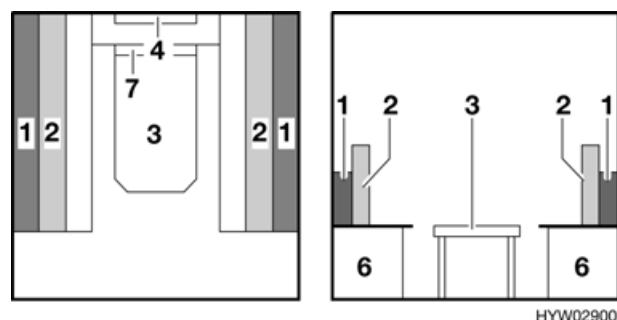

Fig. 37 Durante la trasformazione
- Alzare il piano del tavolo (Fig. 37,3) di circa 45°, sollevarlo dalla guida di supporto superiore (Fig. 37,4) e mantenerlo ad un angolo di 45°.
- Agganciare il piano del tavolo nella guida di supporto inferiore (Fig. 37,7) con un angolo di 45° e deporlo sul pavimento con i puntelli.